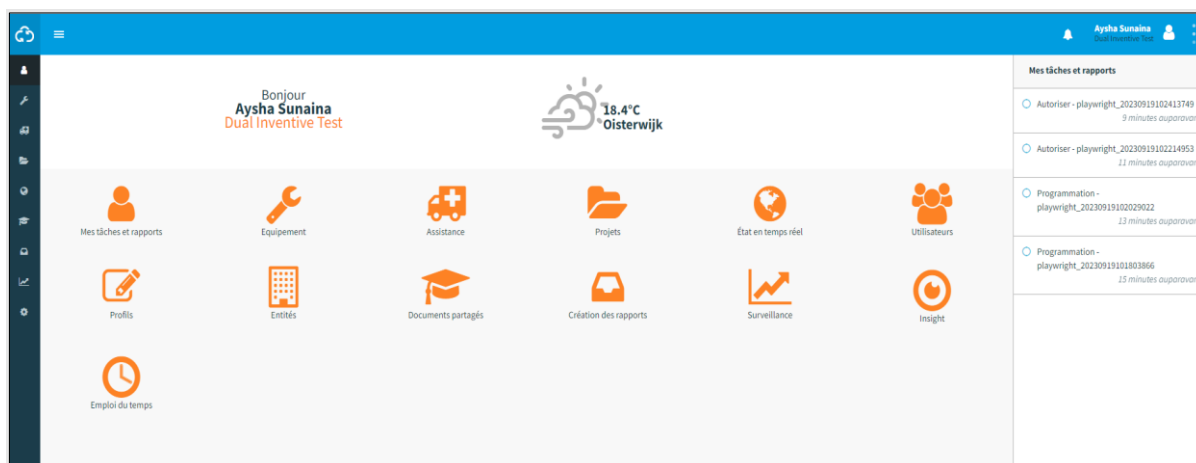

Figure 11 Tableau de bord
-  1. Allez au tableau de bord (Figure 11) et cliquez sur Entités.